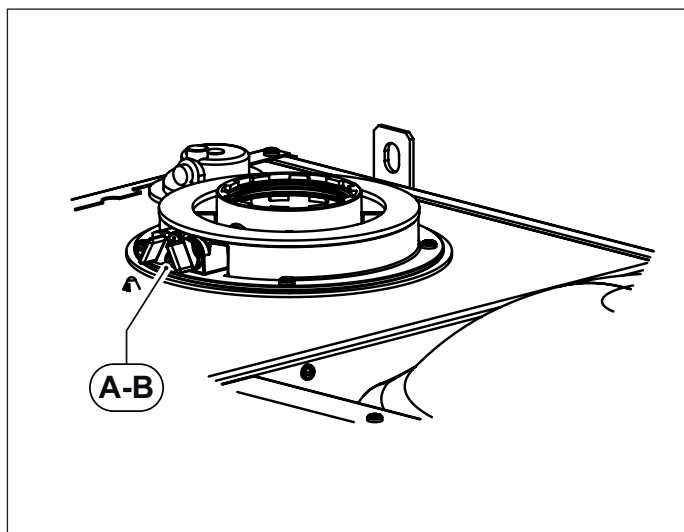
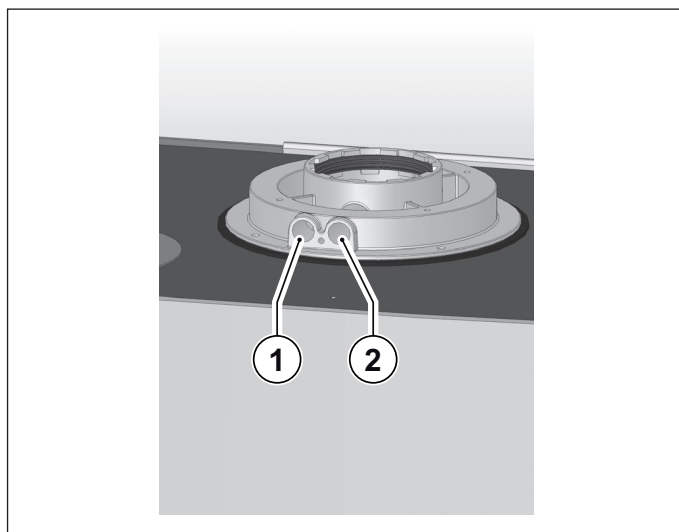

Fig. 13 Poziția bușoanelor
Fig. 14 Poziția orificiilor
Centrala termică este prevăzută cu un turn pentru racordarea conductelor de aspirație aer/evacuare gaze arse (vezi Fig. 13 Poziția bușoanelor și Fig. 14 Poziția orificiilor).
În turn au fost prevăzute orificii pentru accesul direct al aerului de combustie și pentru evacuarea gazelor arse (vezi Fig. 14 Poziția orificiilor).
Înainte de a efectua măsurătorile înălțurați bușoanele **A** și **B** din orificiile prevăzute pe turn (vezi Fig. 13 Poziția bușoanelor).
- măsurarea aerului de combustie preluat din orificiul **1** (vezi Fig. 14 Poziția orificiilor).
- măsurarea temperaturii gazelor arse și a CO₂ prelevat din orificiul **2** (vezi Fig. 14 Poziția orificiilor).